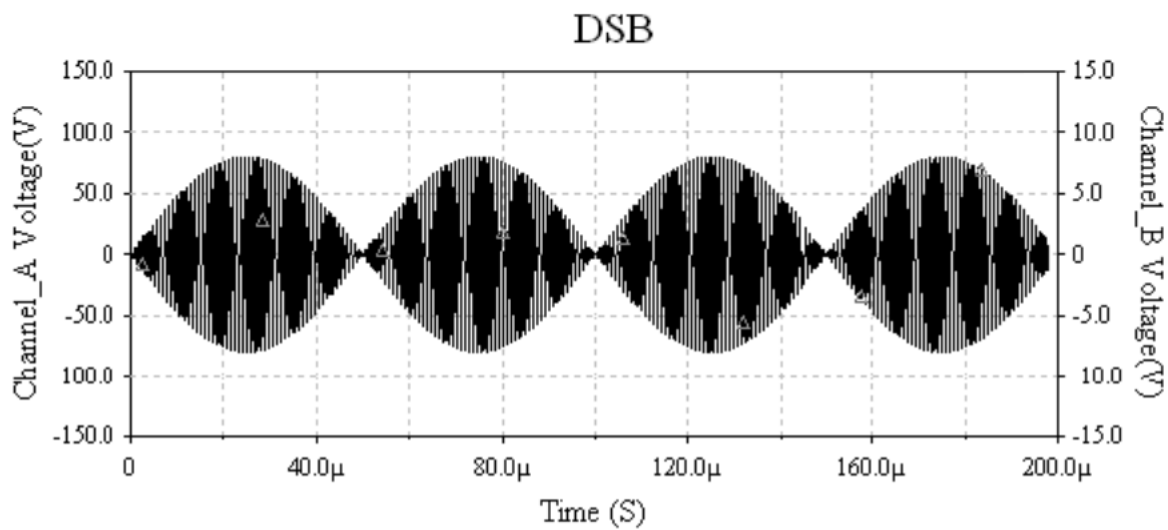

Рис. 13-3 График двухполосного сигнала.
11. Запустите процесс моделирования. Двойным щелчком по пиктограмме осциллографа запустите его экран. Пронаблюдайте сигнал с двумя боковыми полосами и сравните его с графиком на рис.13-3.